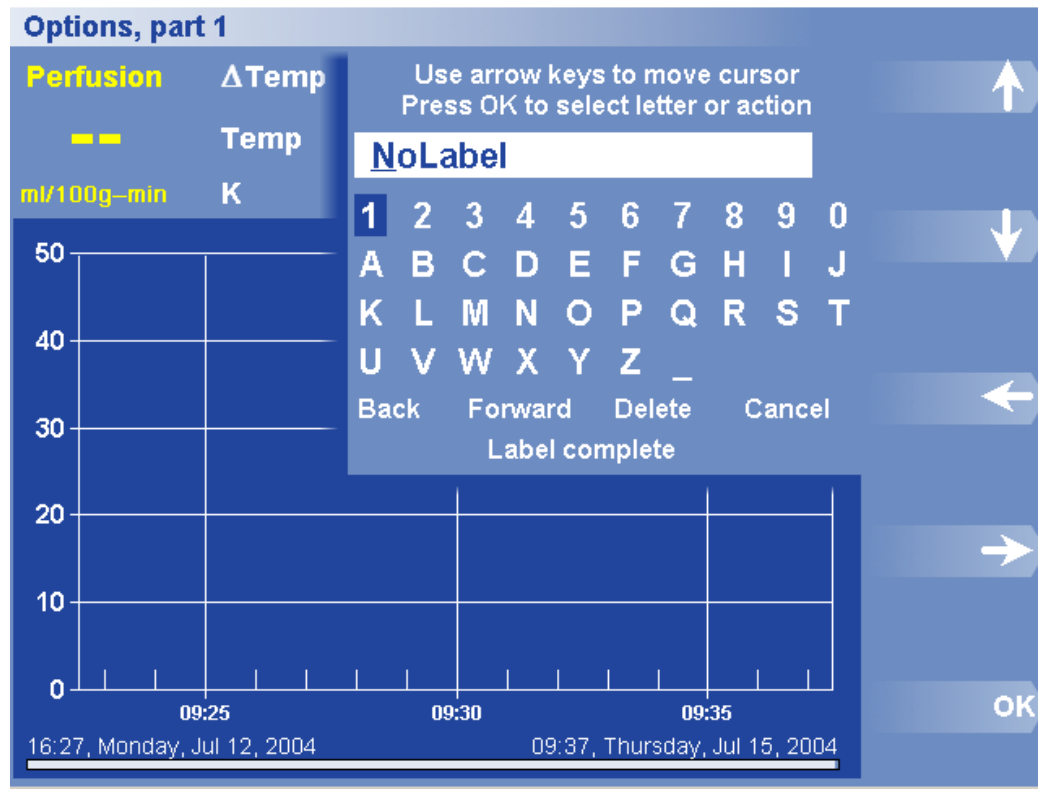

Figure 23. Boîte de dialogue et menu Définir une étiquette
1. Cliquez sur Options > Set Label (Options > Définir une étiquette). La boîte de dialogue Label (Étiquette) apparaît (cf. figure 23).